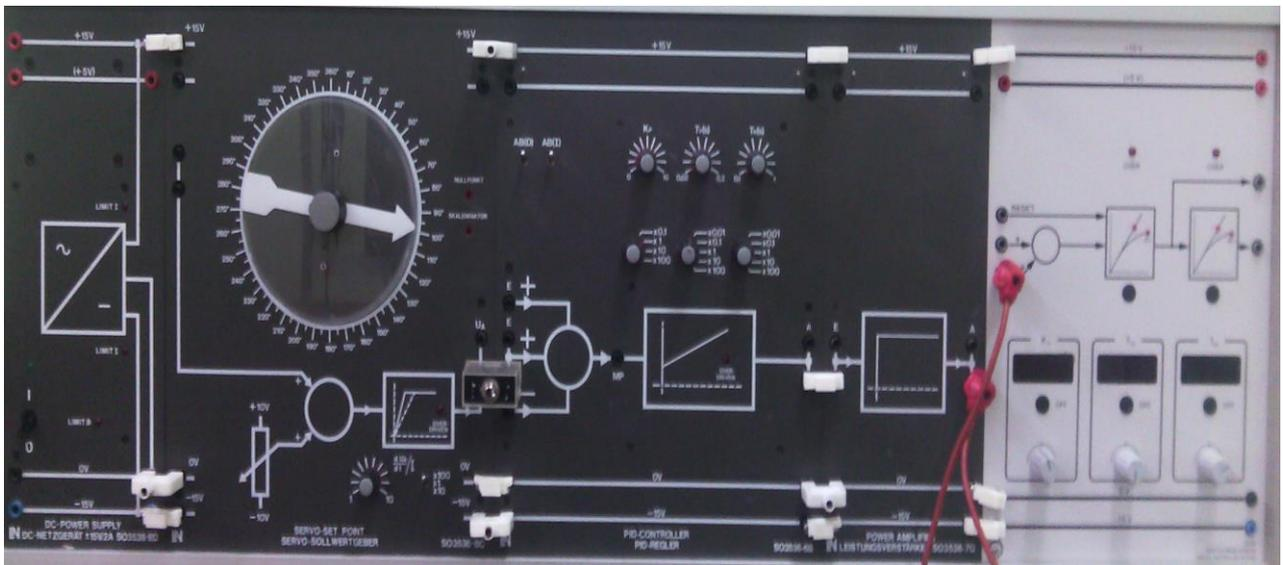

Figure 2. Représentation pratique d'un asservissement du système de 1^{ère} ordre.
- Assembler le circuit représenté sur figure 2.
- o Contrôler la valeur de la consigne (W), $\alpha_1 = 0^\circ/360^\circ \rightarrow 0 \text{ V}$ (corriger si nécessaire avec le trimmer « ajusteur de zéro »). $\alpha_1 = 20^\circ \rightarrow 1 \text{ V}$ (corriger si nécessaire avec l'ajusteur de proportionnalité).